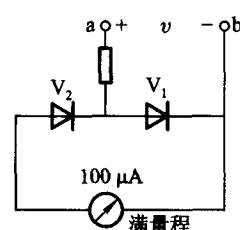

图 1-10
(3) 图 1-10 所示是某万用表测量交流电压的电路原理图，表头满量程电流为 $100 \mu\text{A}$ 。如果被测交流电压的值为 50 V，则电阻 R_L 的阻值应该多大(不计表头和二极管的内阻)？